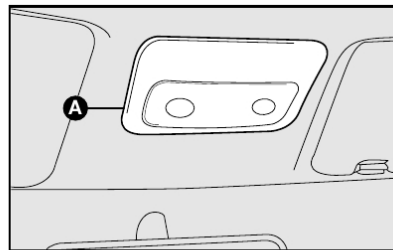

fig. 23
### CONJUNTO DA LUZ INTERNA figs. 23 e 24
- com uma chave de fenda no ponto **A-fig. 23**, remover o conjunto da luz interna montada a pressão pelas travas **B-fig. 23**.